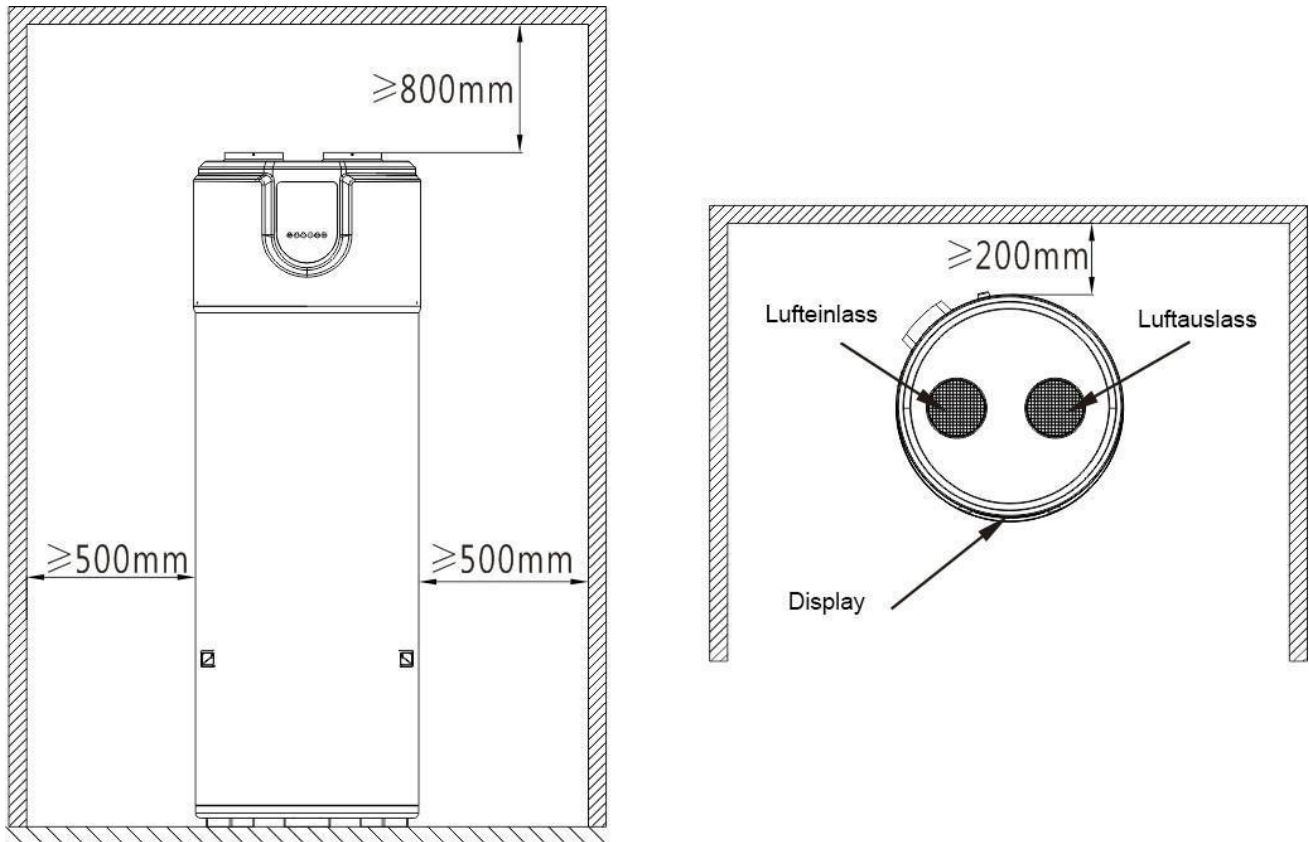

Abb. 4 Empfohlener notwendiger Platz für Installation und Wartung
- Sehen Sie eine Platz für Installation und Wartung vor, wie in Abb. 4 gezeigt.